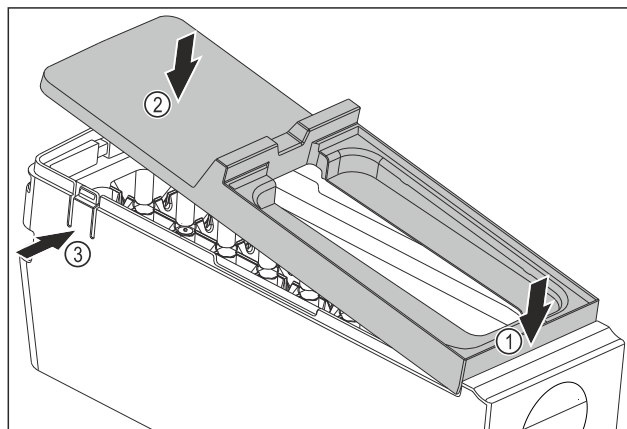

Fig. 200
- Abdeckung des EasyTwist-Ice-Korpus montieren: Abdeckung vorne ansetzen. Fig. 200 (1)
- Abdeckung hinten absenken. Fig. 200 (2)
- Abdeckung rastet hörbar in beiden Laschen Fig. 200 (3) ein.